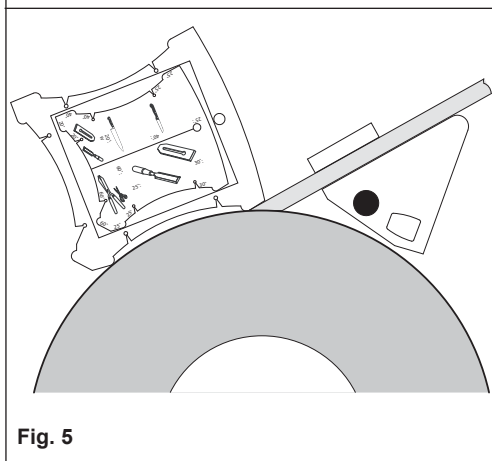

Fig. 5
- Il pezzo da lavorare deve essere sostenuto come riportato in Fig. 5 e 6 senza l'interposizione di un utensile.